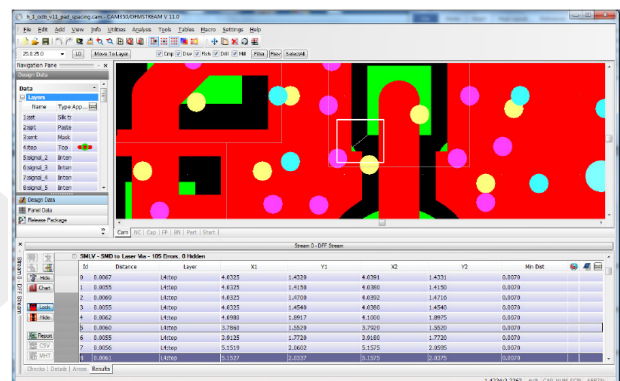

Abbildung 3: Signal Layer - Pad spacing
- Pad Spacing (Abb. 3)
Aufgelistete Checks sind auch hier neu dazugekommen. In Abbildung 3 sehen Sie ein Beispiel Check für das "Pad spacing":